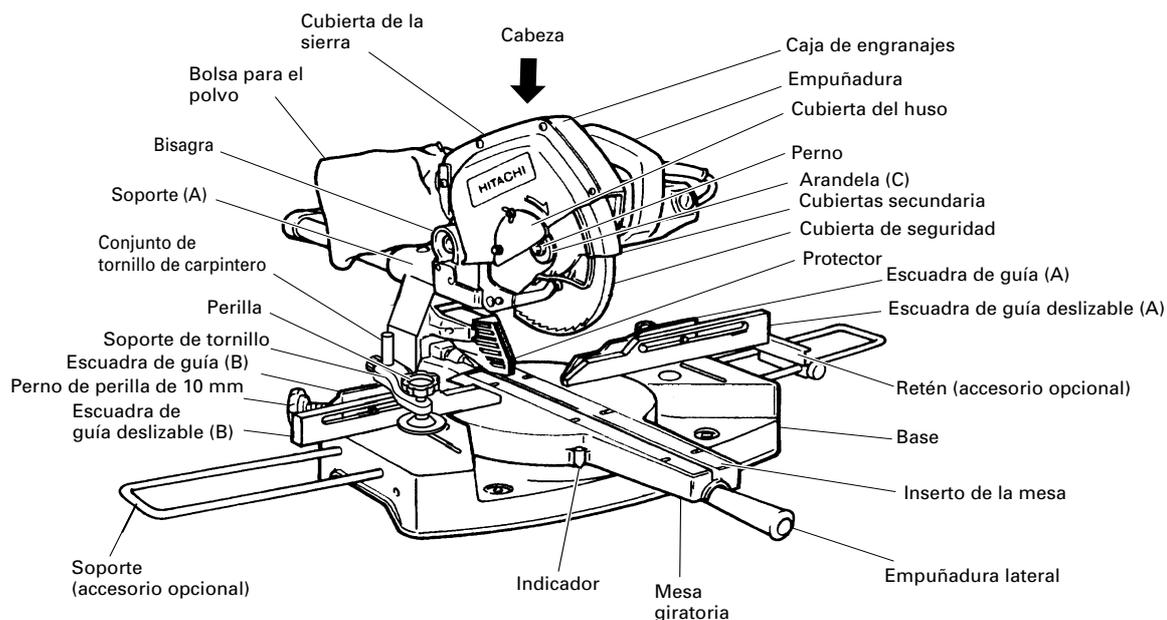
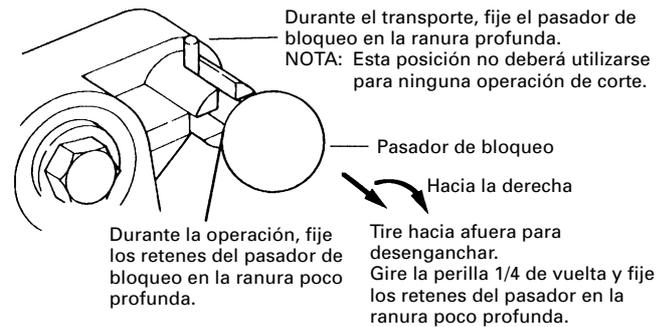

Fig. 1
Fig. 6-b
- ① Soporte de extensión y retén (Fig. 1) (Núm. de código: 998866)
- ② Conjunto del protector (A) (Ajustable) (Núm. de código: 998984)
- ③ Hoja de sierra de 216 mm (8-1/2"), hoja de sierra TCT (Núm. total de dientes: 36) (Núm. de código: 998860)
- ④ Hoja de sierra de 216 mm (8-1/2"), hoja de sierra TCT (Núm. total de dientes: 60) (Núm. de código: 998862)
- ⑤ Hoja de sierra de 216 mm (8-1/2"), hoja de sierra TCT para aluminio (Núm. total de dientes: 60) (Núm. de código 998864)
Cuando la herramienta eléctrica esté preparada para transportarse, sus partes principales estarán aseguradas mediante el pasador de bloqueo. Mueva ligeramente la empuñadura (consulte la Fig. 1) de forma que el pasador de bloqueo pueda desengancharse y ajustarse como se indica en la Fig. 6-b.
**NOTA: Si baja ligeramente la empuñadura (consulte la Fig. 1), podrá desenganchar el pasador de bloqueo de forma más fácil y segura.**
Fije la bolsa para el polvo, el soporte, el retén y el conjunto de tornillo de carpintero, la escuadra de guía deslizable (A), y la escuadra de guía deslizable (B) como se indica en la Fig. 1.